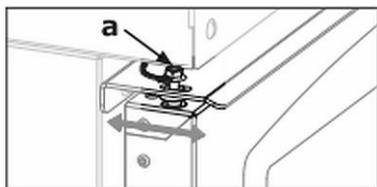
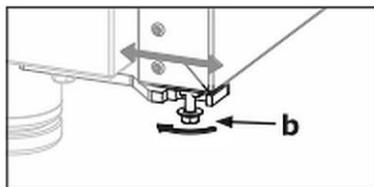

Abb. 56
Abb. 57
1. Lösen Sie die Schrauben (a-b Abb. 56 und Abb. 57).